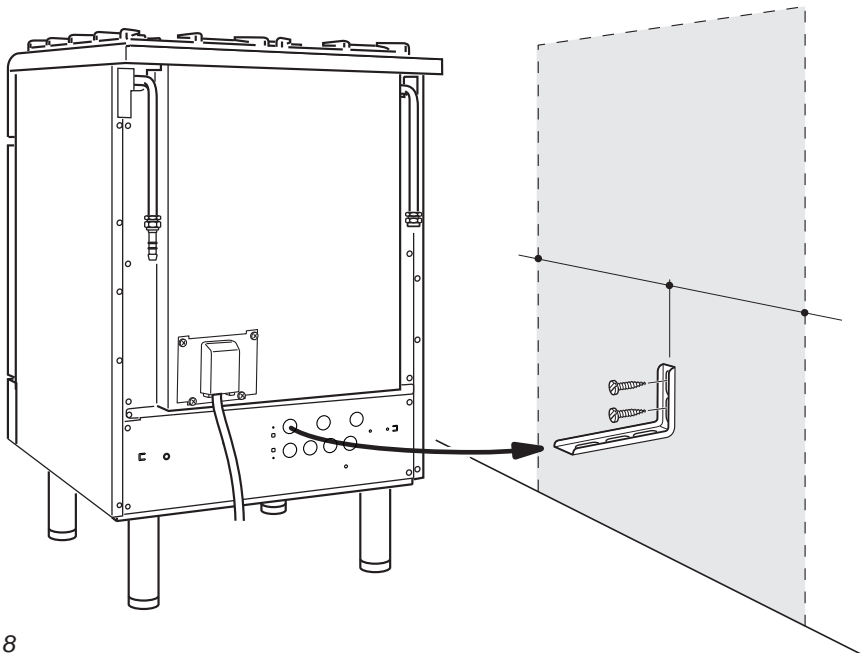

Fig. 1.8
1. När du har valt plats för spisen markeras placeringen för de två skruvarna till anti-tippbeslaget på väggen. Se Fig. 1.8.
4. Flytta spisen mot väggen och justera höjden på anti-tippbeslaget med hålen på spisen. Se Fig. 1.8.